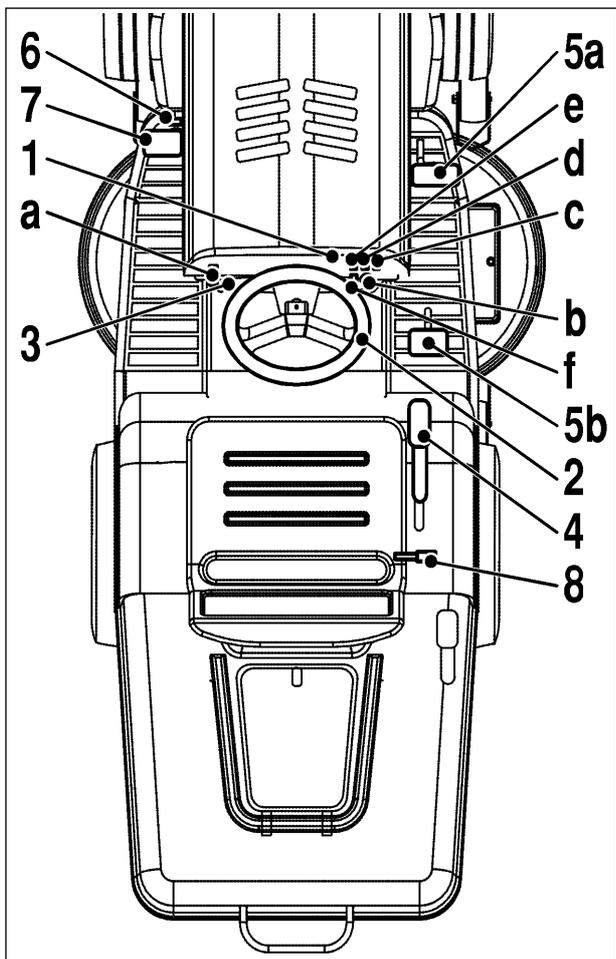

Abb. 11
## BEDIENELEMENTE (ABB. 11)
## ERLÄUTERUNGEN ZU ABB. 11
3. Drücken Sie den MAN/AUTO-Schalter in die tiefere AUTO-Position, (Abb. 11 d).